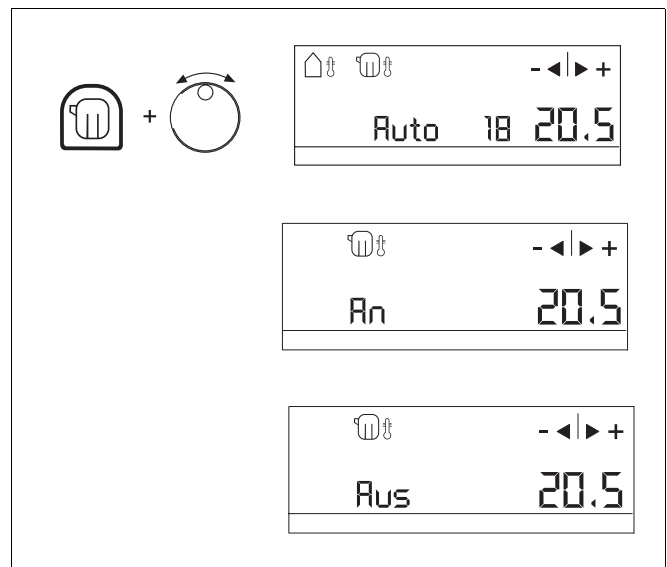

Abb. 7 Heizung An/Aus/Auto einstellen
- ▶ Taste „Heizung“ (Abb. 7) drücken und gedrückt halten.